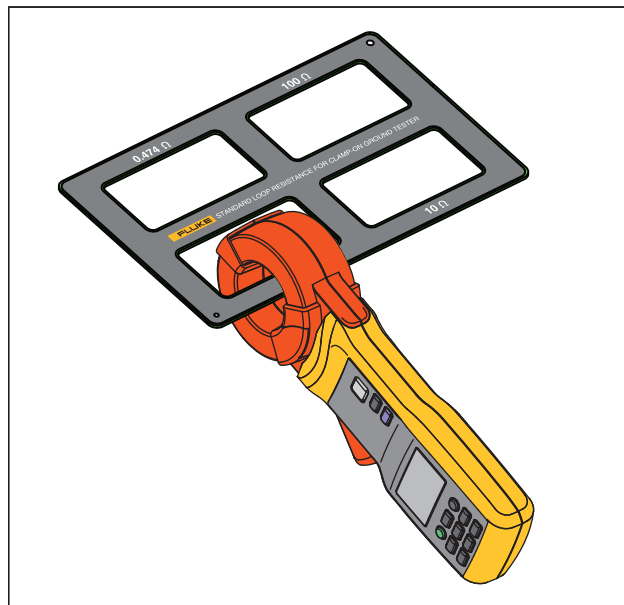

Figura 7. Resistenza di anello standard
1. Posizionare la ganascia sulla resistenza di anello standard. Vedere la Figura 7.